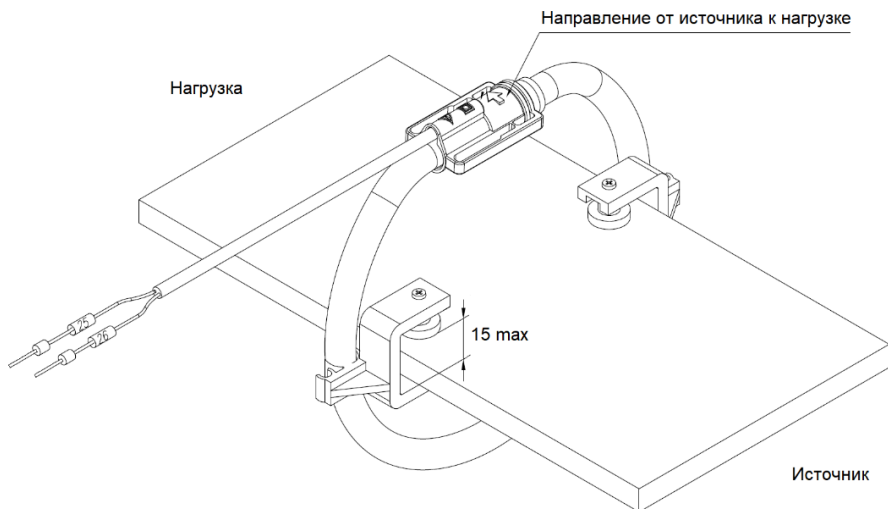

Рисунок 1 - Датчик тока для защиты нейтрали (катушка Роговского)
2.2.7 Датчик тока для защиты нейтрали (катушка Роговского) предназначен для измерения тока в нулевом проводнике. Длина петли составляет 420 ± 10 мм. Длина выходных проводов – 2 м. При установке направление стрелки на датчике тока должно соответствовать направлению от источника к нагрузке (см. рисунок 1).